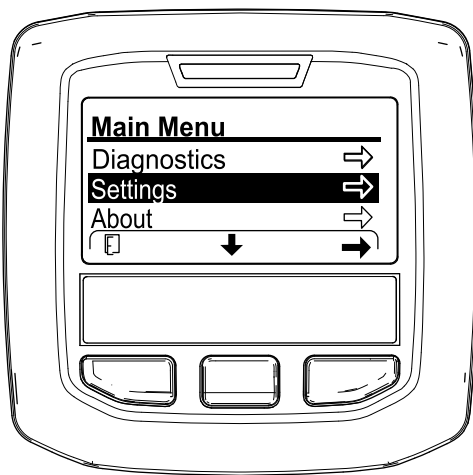

図 122
2. インフォセンターでメインメニューにアクセスする 図 122。